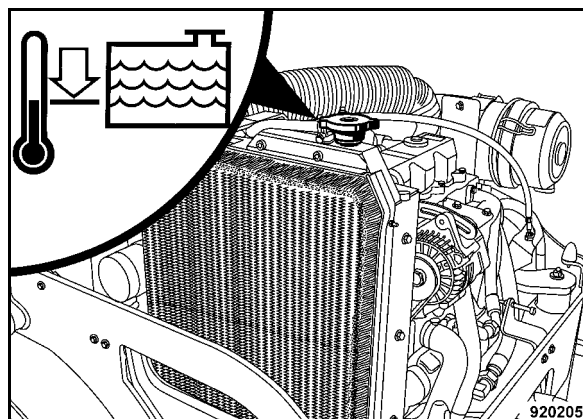

Fig. 133
- Togliere il tappo del radiatore (Fig. 133).